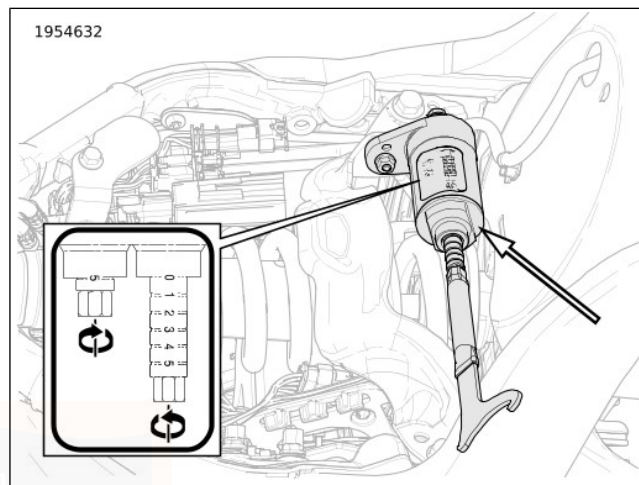

Figura 11. Vite di registrazione della precarica:
3. **Idraulico sotto la sella:** See Figura 11.